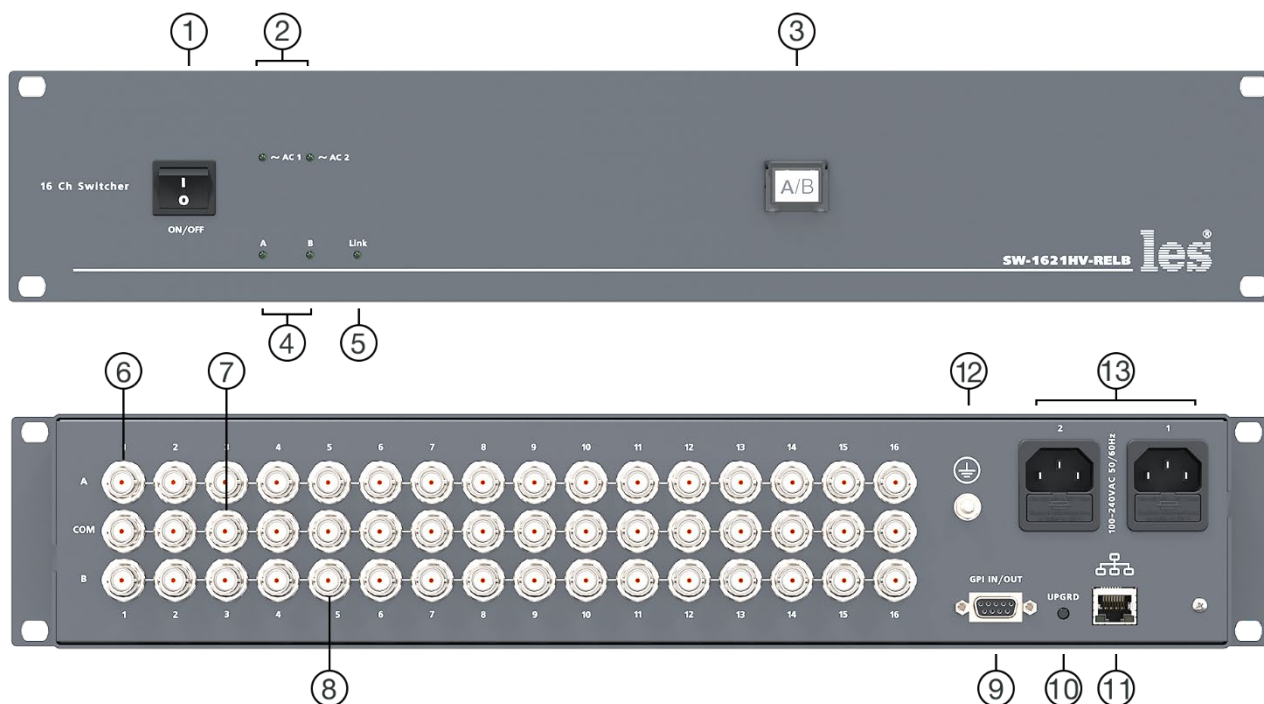

Рисунок 1
2. Подключите клемму заземления, расположенную на задней стенке, к общей шине заземления (рисунок 1, позиция 12).
5. Подключите шнуры питания к разъёмам IEC C14 (рисунок 1, позиция 13). Обратите внимание на то, что третий провод сетевого шнура используется для заземления корпуса (защитное заземление), которое рекомендуется делать единым для всего комплекса аппаратуры.
Земли входных и выходных разъёмов соединены вместе, присоединены к контакту PE блоков питания, корпусу прибора и клемме заземления (рисунок 1, позиция 12).
Для переключения входов - нажмите на кнопку «А/В», все каналы коммутатора переключатся, а светящийся на лицевой панели индикатор «А» или «В» (рисунок 1, позиция 4) будет указывать к какому входу подключен выход.
Все входы/выходы выведены на разъём DB9F «GPI IN/OUT» (рисунок 1, позиция 9), распиновка разъёма показана на рисунке 2.